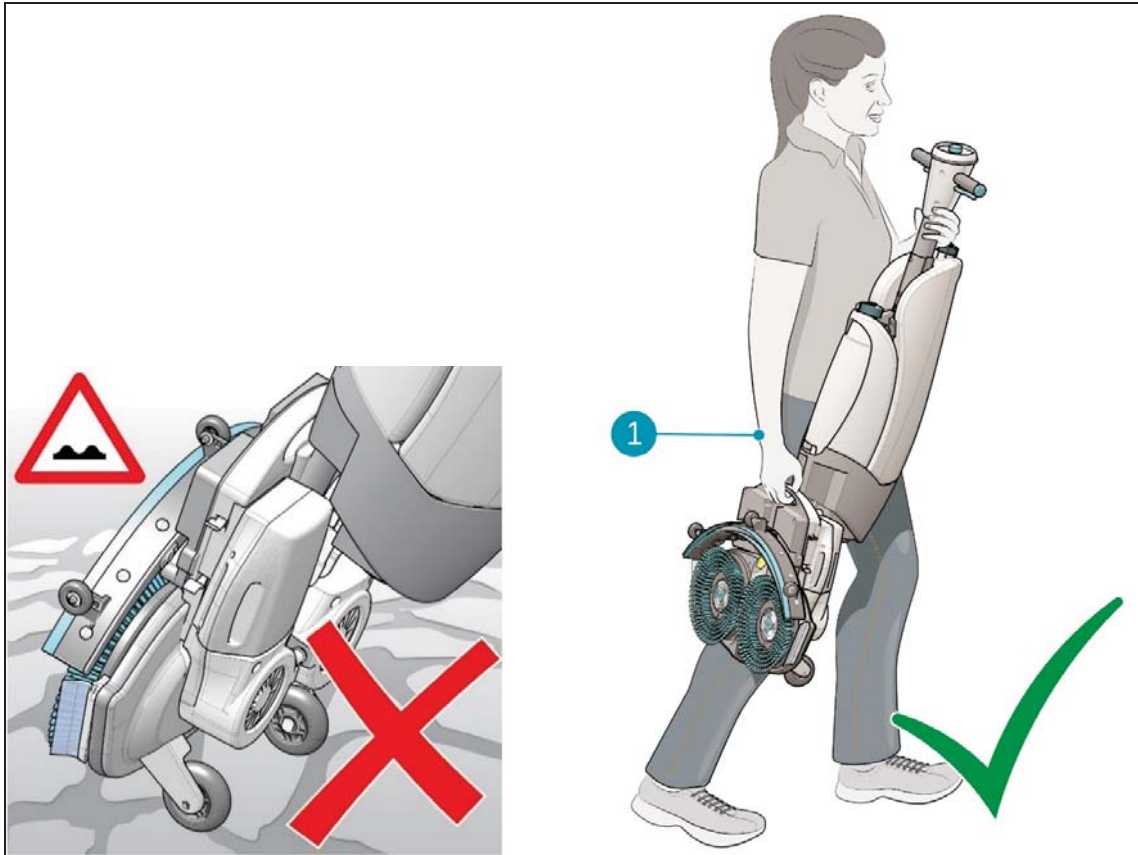

Figure 6
2. Portez l'i-mop XL Plus d'une main tout en tenant la poignée (Figure 6, pos 1) avec votre autre main.